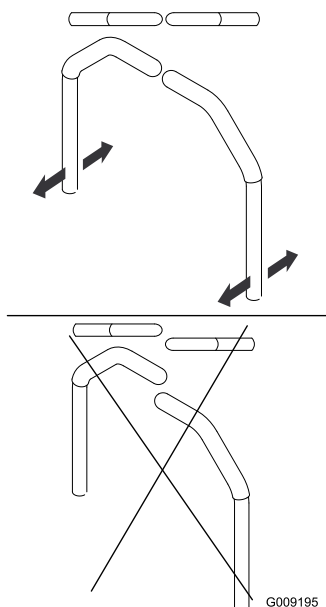

Figure 84
4. Réglez l'alignement avant/arrière des leviers en les plaçant tous deux à la position **POINT MORT**, puis faites-les coulisser jusqu'à ce qu'ils soient alignés, et serrez les boulons (Figure 84).